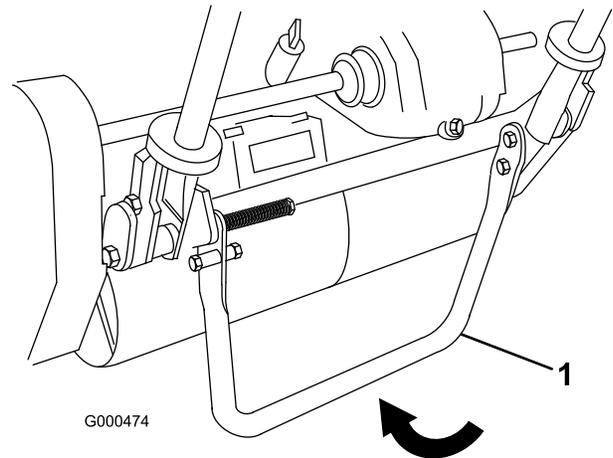

Bild 22
1. Treten Sie den Ständer mit dem Fuß nach unten und ziehen Sie den Griff nach oben, bis sich der Ständer nach vorne über der Mitte gedreht hat (Bild 22).